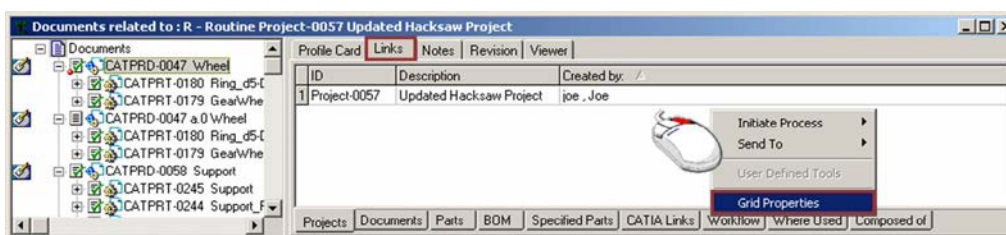

Рис. 9.9. Свойства сетки
2. Щелкните правой кнопкой мыши на закладке Links, как показано на рис.9.9, и выберите Grid Properties (Свойства сетки) из контекстного меню